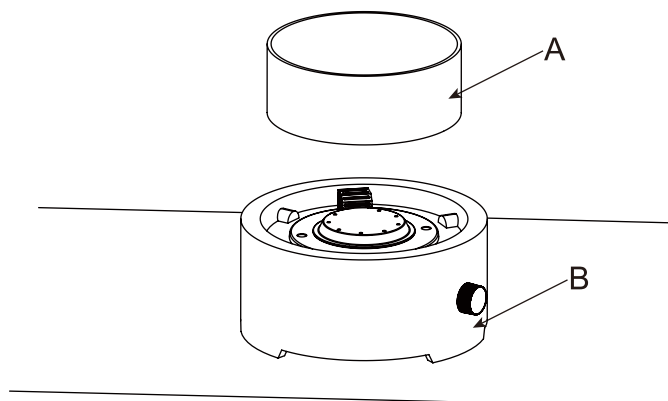

Abbildung 3
4. Setzen Sie die Glasabdeckung (A) oben auf das Gehäuse der Feuerstelle (B) (siehe Abbildung 3).